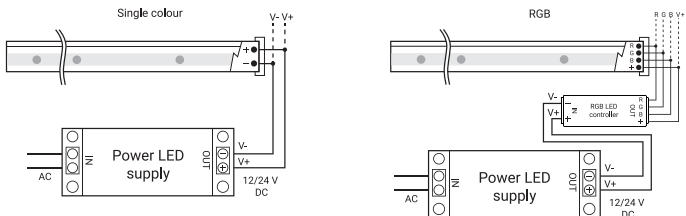

Fig.3. Diagram of proper connection of the tape to the power supply.
- Podłączyć produkt do zasilania wg załączonego schematu (Rys.3.), uwzględniając powyższe zalecenia.
5. Connect the product to the power supply according to the attached diagram (Fig.3).